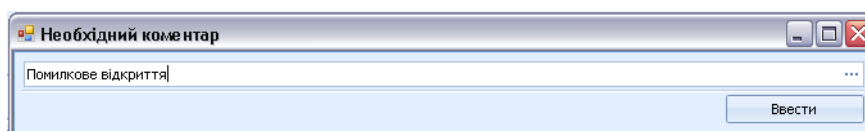

Рисунок 23: Запрос комментария при снятии тревоги
7.8.2. При снятии тревоги дежурный должен заполнить поле «Комментарий дежурного». Если поле не было заполнено, появится специальное окно для ввода комментария (рис. 23).